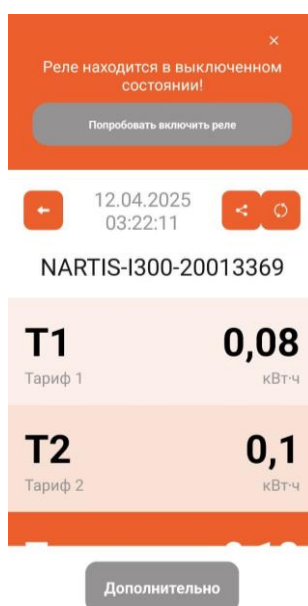

Рисунок 10 – Сообщение на основном экране ПО о статусе реле
2.9 В приложении можно управлять состоянием реле нагрузки ПУ при появлении соответствующего сообщения (рисунок 10), если это позволяет установленный режим управления ПУ.